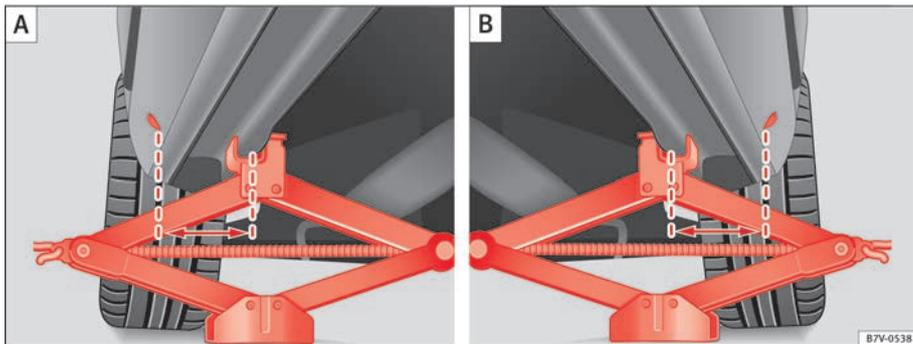

Abb. 184 Ⓐ: Wagenheber vorn an der linken Fahr-
⇒ Abb. 184. Es gilt der Aufnahme-**p**unkt, der sich bei dem jeweiligen Rad be-
7. Sicherstellen, dass der Wagenheberfuß mit der ganzen Fläche sicher auf dem Boden steht und sich der Wagenheberfuß genau unter dem Ansetzpunkt ⇒ **Abb. 184** befindet.
8. Den Wagenheber ausrichten und gleichzeitig die Wagenheberklaue weiter hochkurbeln, bis die Klaue den Steg unter dem Fahrzeug ⇒ **Abb. 184** umfasst.
- Wagenheber nur an den beschriebenen Stellen ansetzen. Die Klaue des Wagenhebers muss den Steg des Unterholms sicher umfassen ⇒ **Abb. 184**.